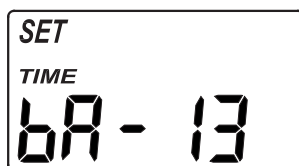

FIG. 31
2. Appuyez cinq fois sur le bouton CHOISIR, jusqu'à ce que l'indication « SET TIME bA » (régler la durée du lavage à contre-courant) s'affiche (consultez la figure 31).